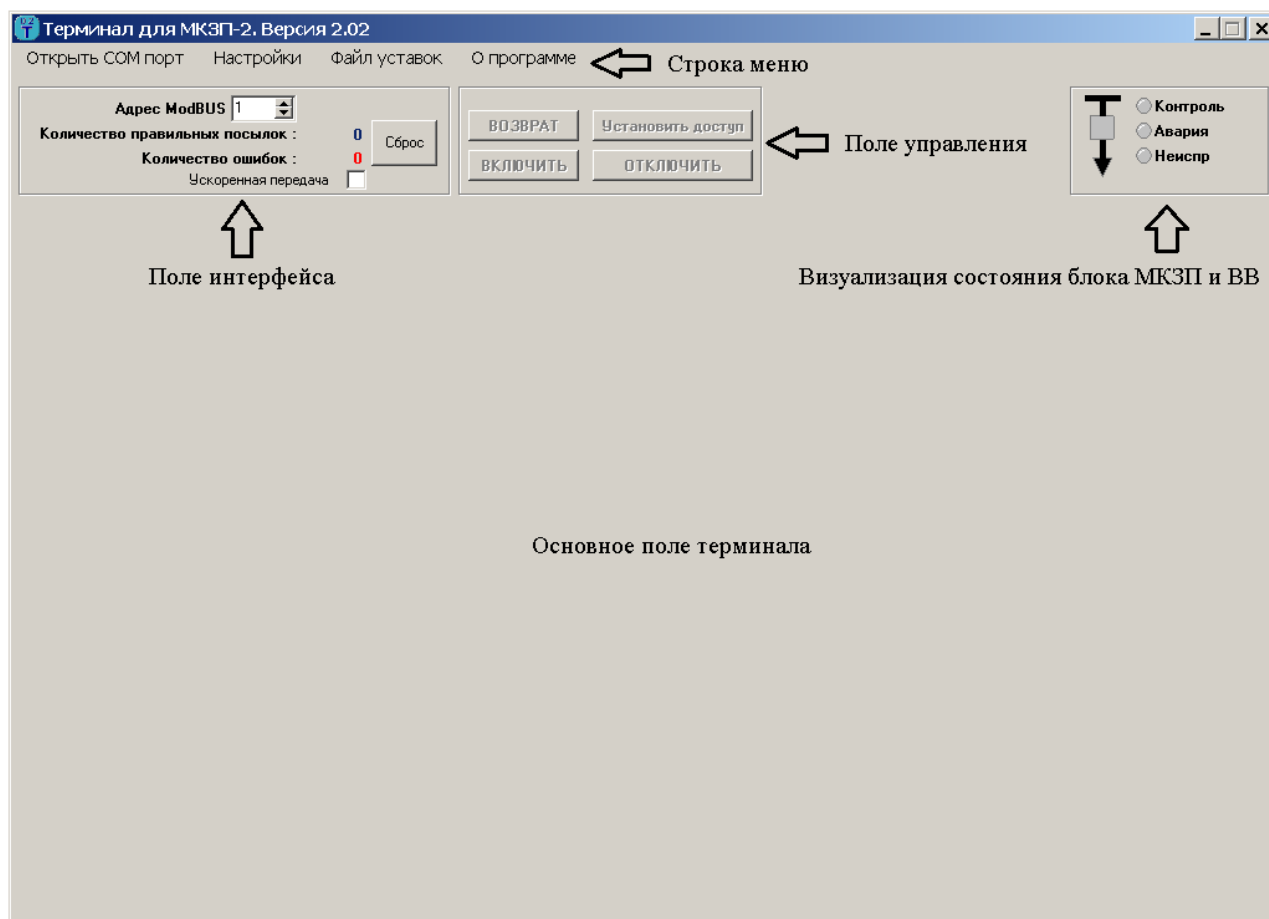
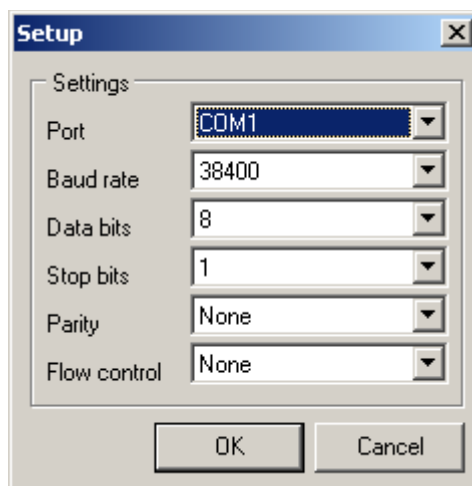

Рисунок 1. Главное окно после запуска программы
Рисунок 2. Окно настройки параметров связи
Программная оболочка терминала включает в себя главную форму (рисунок 1) с несколькими вкладками и несколько дополнительных форм (после запуска терминала, а также после закрытия СОМ порта «основное поле» терминала становится пустым).
- через ПК, подключив его к интерфейсу и запустив программу терминала (вкладка «Текущие параметры»). Скорость обмена данными в терминале устанавливается в дополнительной форме (рисунок 2) через меню «Настройки» (рисунок 1). Задание параметров COM порта разрешено только при закрытом COM порте. Открытие/закрытие COM порта также осуществляется через меню.
Для изменения пароля доступа необходимо в строке меню (рисунок 1) нажать «Пароли доступа» при установленной связи с блоком. Появится меню задания паролей для различных уровней доступа (рисунок 4). После задания паролей необходимо нажать кнопку «Применить».
В структуре терминала (рисунок 1) выделены основное поле, несколько верхних полей и строка меню. Некоторые элементы из строки меню доступны только при закрытом COM порте, а некоторые – только при открытом. Вкладки основного поля появляются только при установленной связи с блоком защиты.